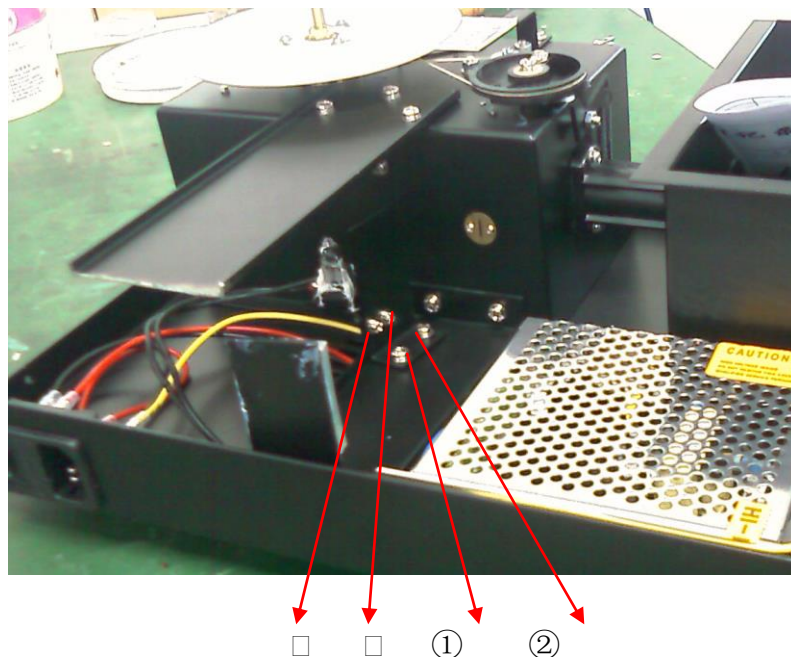

Fig. 2-2
- 7) Configure o comprimento de onda do instrumento para 500nm, ligue o equipamento e movimente a lâmpada para cima e para baixo e de um lado para outro, até que o seu foco coincida exatamente com a abertura de entrada. Observe a leitura no modo T sem ajustar a tecla ▽0Abs/100%T. Reajuste a lâmpada para fazer a leitura em seu máximo. Se não for possível fazer o foco no centro da abertura de entrada, você deve ajustar os quatro parafusos da Fig. 2-2. Os números 3 e 4 correspondem à altura do feixe de luz, e os números 1 e 2 para o ajuste horizontal.